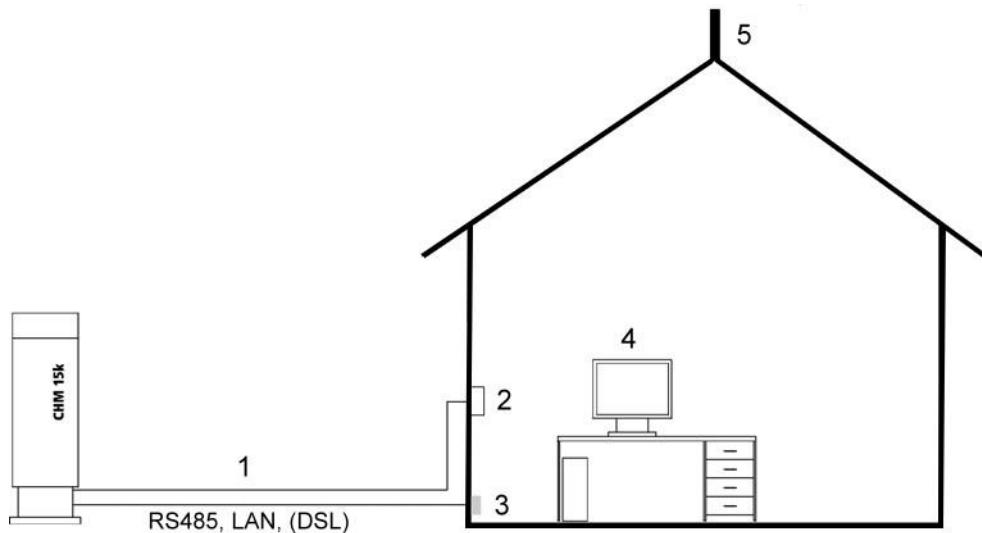

Figura 10 Disegno schematico dell'allacciamento elettrico.
Nella Figura 10 viene mostrato uno schizzo dell'allacciamento elettrico del nefoipsometro CHM 15k. L'alimentazione (1) dell'apparecchio deve essere fornita mediante un dispositivo di sezionamento esterno. Deve essere facilmente accessibile, per poter disinserire l'apparecchio dalla rete, se necessario. Il dispositivo di sezionamento deve essere contrassegnato come riservato all'apparecchio e deve possedere una protezione a monte in base alla sezione longitudinale del cavo  $\geq 6$  A, B o C. Una scatola di raccordo deve essere installata a una distanza non superiore a 3 m. Il cavo di terra deve essere più corto possibile. Gli allacciamenti devono essere eseguiti conformemente alle disposizioni specifiche del Paese.